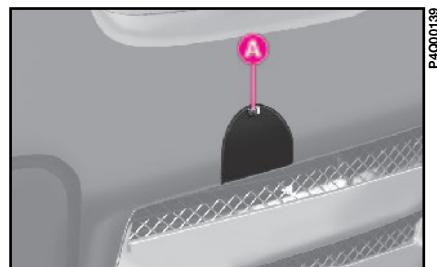

fig. 46
2) Quite la tapa **A-fig. 46** del para-choques delantero, haciendo palanca con un destornillador;